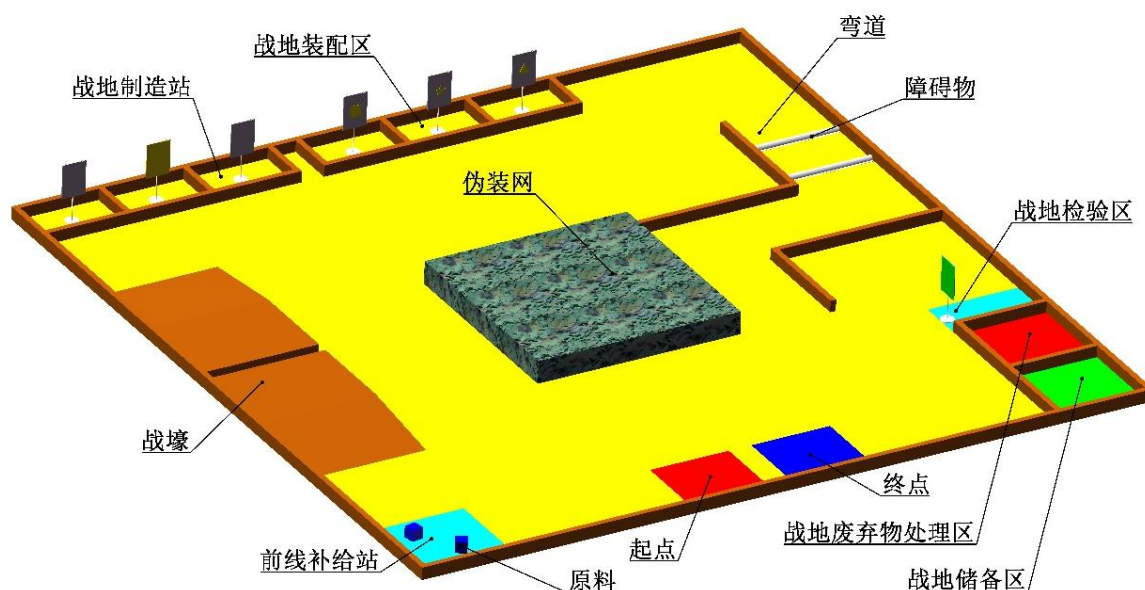

图 1 场地三维图
(1) 比赛场地由起点、终点、前线补给站、战地制造站、战地装配区、战地检验区、战地废弃物处理区、战地储备区和弯道组成，如图 1 所示。